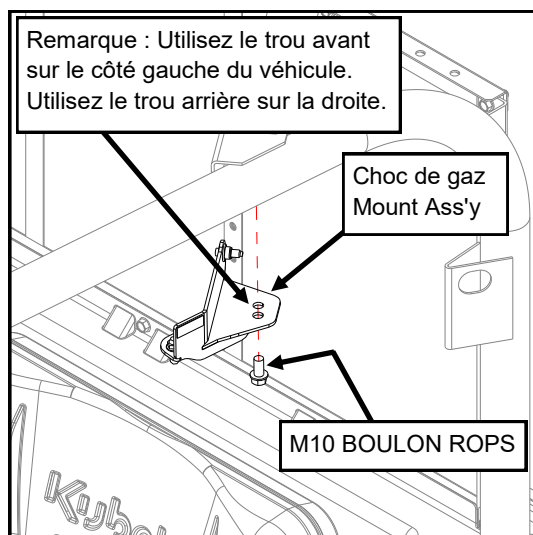

Fig. 11
11. Retirez le boulon ROPS inférieur (M10) de l'extrémité gauche du membre de la croix arrière supérieure roPS. Économisez pour la réutilisation. (voir fig. 11)